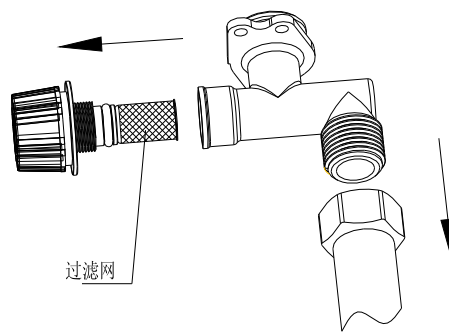

图15
- 将安全阀上的过滤网用清水冲洗，同时将进水接头里面的杂物清理干净；（图15）